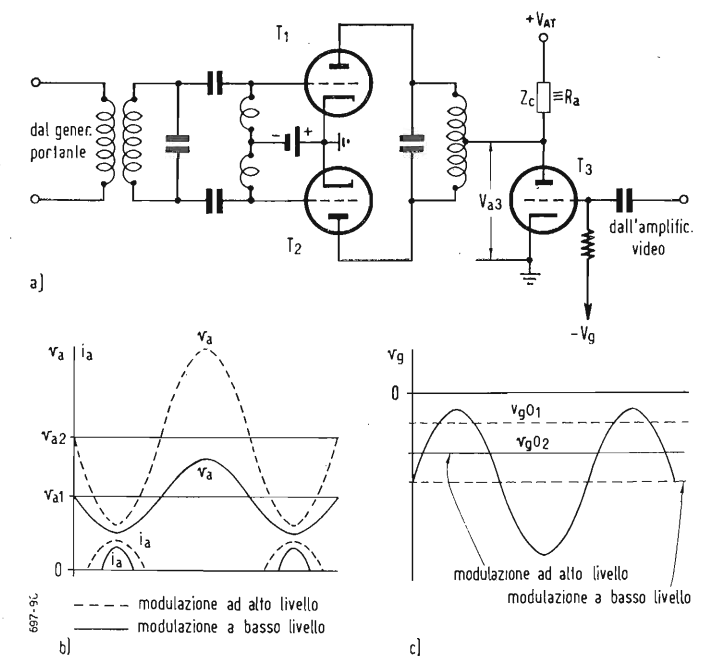

Fig. 1 - Modulatore di placca. a) Circuito fondamentale. b) Forme d'onda delle curve anodiche. c) Forma d'onda della tensione di griglia.
Le norme standard impongono che l'ampiezza minima della portante video in corrispondenza del massimo bianco sia il 10 % dell'ampiezza massima ai picchi di sincronismo. È noto che la modulazione di ampiezza (MA) è un processo di modulazione per il quale l'ampiezza della portante viene fatta variare in modo che il suo involuppo riproduca l'onda modulante. I trasmettitori per la radiodiffusione circolare sono modulati in modo che il loro guadagno sia controllato dalle variazioni del segnale modulatore. Si dividono in due classi fondamentali: 1^a) trasmettitori modulati di placca; 2^a) trasmettitori modulati di griglia. Uno schema di principio di uno stadio finale amplificatore RF modulato di placca (1^a classe) è mostrato in fig. 1 a). L'amplificatore a guadagno variabile è formato dai due triodi T_1 e T_2 in controfase. Il circuito accordato di griglia è accoppiato al generatore della portante, come un normale amplificatore RF. La tensione per le placche dei tubi T_1 e T_2 è ricavata dal $+V_{AT}$ dell'alimentatore attraverso l'impedenza Z_c di accoppiamento, per cui risulta variabile con la corrente che percorre la Z_c . Tale corrente consta di quella assorbita dai tubi T_1 e T_2 e di quella assorbita dal triodo modulatore T_3 .
La fig. 1 b) dà l'andamento della tensione anodica v_a e della corrente i_a anodica per un tubo dello schema di fig. 1 a), modulando a basso livello (curve a tratto continuo; V_{a1} = tensione media) e a alto livello (curve tratteggiate; V_{a2} = tensione media). La fig. 1 c) rappresenta la tensione di griglia per lo stesso tubo: nella condizione di segnale ad alto livello il potenziale di interdizione V_{g02} assume un va-
Assumendo che lo stadio bilanciato modulato di fig. 1 a) sia uno stadio RF intermedio e non quello finale, si osserva che la tensione v_{a3} di placca di T_3 e di alimentazione per T_1 e T_2 varia linearmente coll'ampiezza del segnale modulante v_i applicato alla griglia di T_3 . Infatti, detta I_c la componente continua della corrente che percorre la resistenza R_c , e detta i_a la componente alternativa istantanea della stessa corrente, si ha: